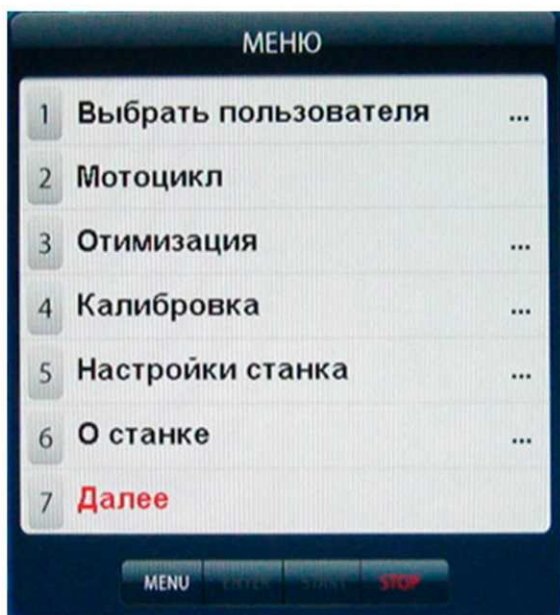
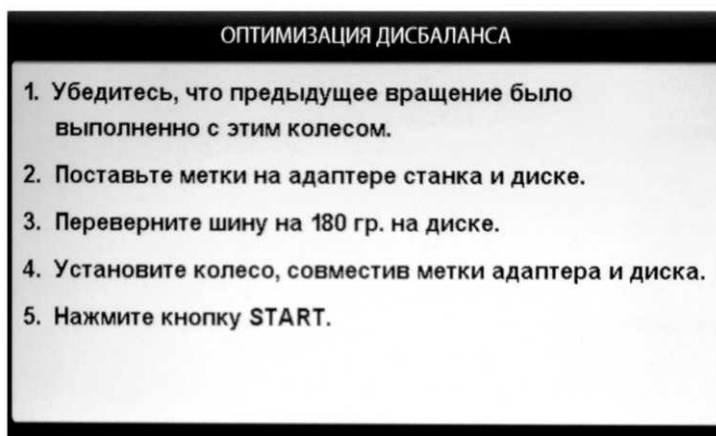
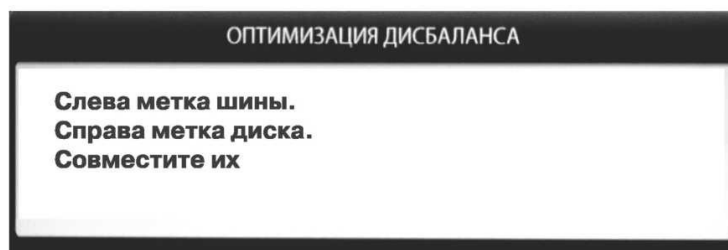
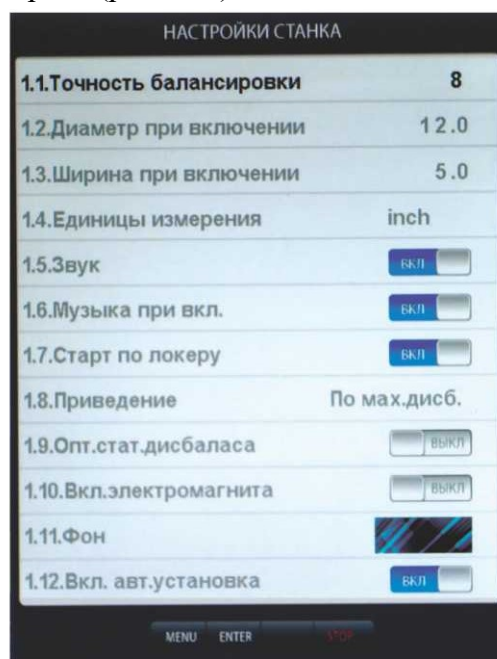

рис.15.1.
рис.15.2
рис.15.3
рис.17.1
величина статического дисбаланса колеса, а на индикаторах 4 - величина дисбаланса колеса, которую можно получить после завершения программы «Opt». Поставьте метки на шине и диске согласно указаниям в окне (рис.15.3).
15.2. Для входа в программу «Opt» нажмите кнопку «MENU» после чего на экране монитора появится окно (рис.15.1). Далее выбрать программу «Оптимизация», нажав кнопку 3, после чего на экране монитора появится окно (рис.15.2). Далее выполните операции согласно указаниям в окне (рис.15.2).
15.3. После выполнения п.5 в окне (рис.15.2) на экране монитора появится окно (рис.15.3), а на индикаторах 1 отобразится
16.2.1. Нажмите кнопку «MENU». На экране появится окно MENU (рис.15.1), нажмите кнопку 7 «Далее» на экране появится окно второй страницы MENU (рис.16.1). Выберите «Дополн. настройки», нажав кнопку 2, на экране откроется окно «Настройки станка» (рис.16.2). Нажмите кнопку 1 «Имена операторов» на экране откроется окно «Выбрать пользователя» со списком операторов, (рис.16.3).
Программное обеспечение СБ содержит целый ряд параметров, позволяющих максимально приспособить СБ к потребностям потребителя. Для настройки параметров нажмите кнопку «MENU» на экране монитора появится окно MENU (рис.15.1). Нажмите кнопку 5 «Настройки станка» на мониторе появится окно настроек (рис.17.1).
18.1. Балансировочный станок, при подключении к сети Интернет, позволяет отправлять письмо на электронную почту с информацией о работе станка. Для этого необходимо подключить станок кабелем Ethernet категории 5е длиной не более 75 м. Разъем Ethernet находится на задней стенке станка. Необходимо выполнить настройки времени, сети, и электронной почты. Для этого нажмите кнопку «MENU». На экране появится окно MENU (рис.15.1), нажмите кнопку 7 «Далее» на экране появится окно второй страницы MENU (рис.16.1) после чего выберете соответствующий пункт меню.